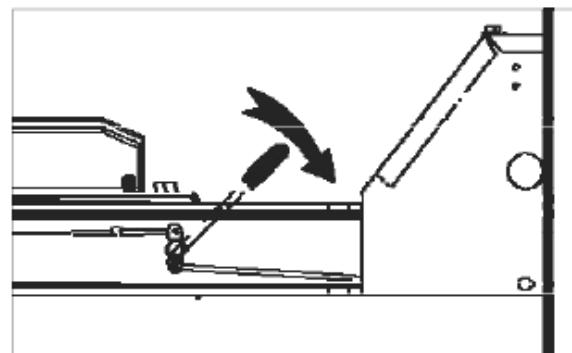

Рис. 54
**РЫЧАГ УПРАВЛЕНИЯ СТОПОРАМИ** (Рис. 54): при нажимании на рычаг все четыре стопора одновременно выходят из зацепления.